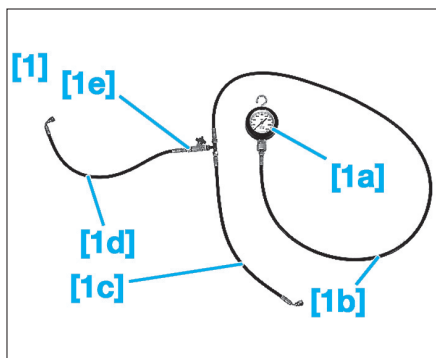

Fig. 30
- [1]. Ensemble pour contrôle des pressions d'assistance de direction (Fig.30) :